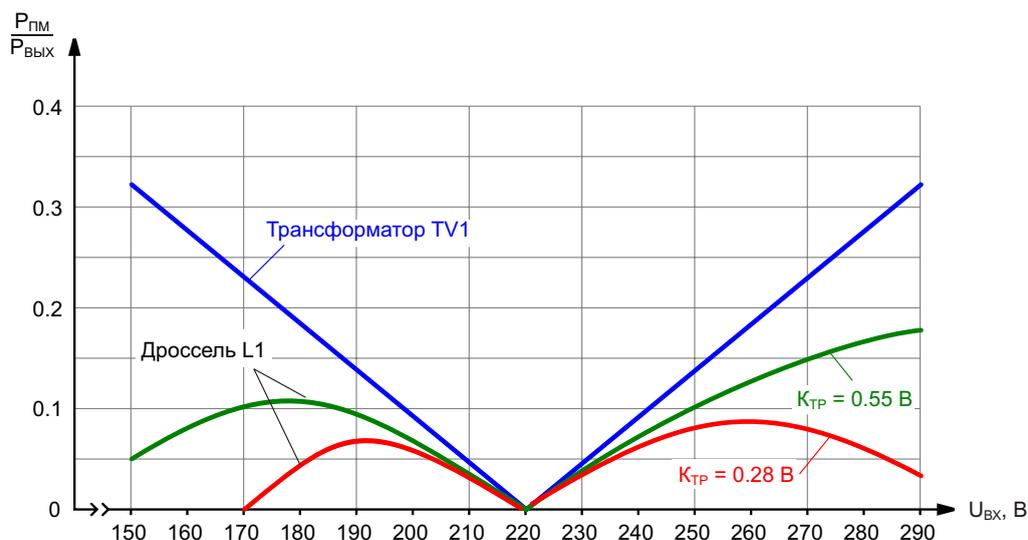

Рисунок 12. Зависимости относительной мощности, преобразуемой индуктивными элементами стабилизатора (Рисунок 11) от величины входного напряжения.
При таком значении коэффициента трансформации максимальная мощность, проходящая через магнитное поле дросселя, не превышает 20% от мощности нагрузки (Рисунок 12), причем в режиме повышения входного напряжения это значение не превышает 12%. Столь большая разница величины $P_{ГМ}$ для дросселя в режимах повышения и понижения обусловлена тем, что коэффициент трансформации трансформатора TV1 выбирался по формуле (8) для режима повышения, поэтому в режиме понижения дроссель работает в неоптимальном режиме. Если же выбрать коэффициент трансформации равным $K_{ТР} = 0.28$, то мощность, преобразуемая дросселем в режиме понижения, снизится до 10%, однако выходное напряжение 220 В